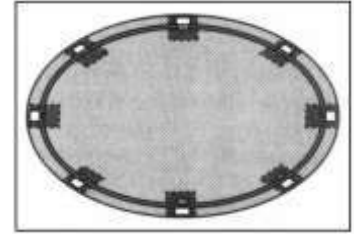

fig. 7
a) Colocación de baldosas (opcional), cuando la piscina se va a colocar sobre tierra, las baldosas se deben de colocar en las placas base T1, (ref. 570) de cada una de las columnas verticales de su piscina. Se aconseja baldosas de unos 30x30 cm. una baldosa para cada una de las columnas.
b) Coloque temporalmente las guías inferiores curvadas azul (PCA) y las placas base T1 alrededor del círculo, fig.7. Cada placa base indicará el lugar de colocación de las baldosas. Hacer una marca en el suelo, al lado de cada una de las placas.